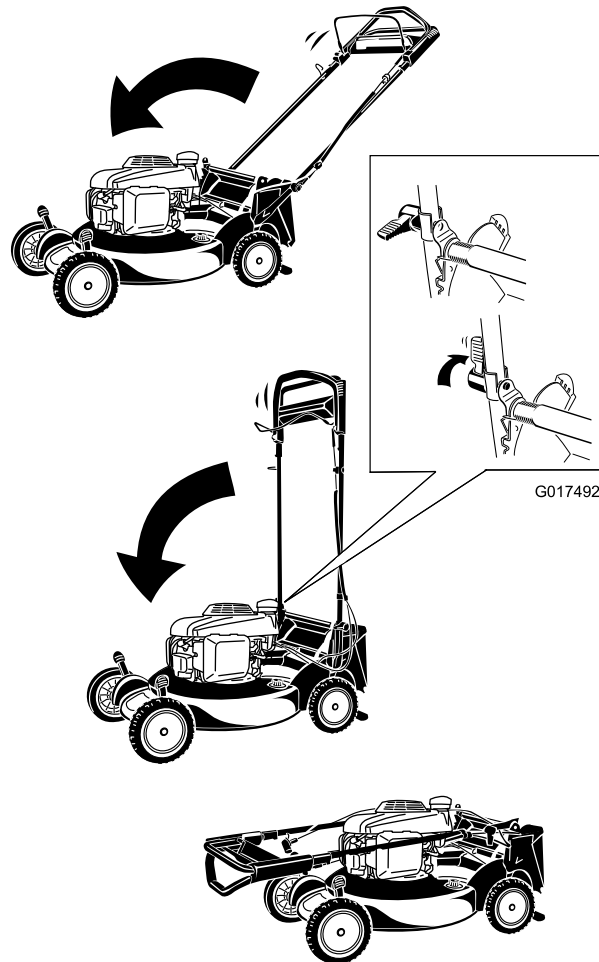

Figura 22
1. Doble el manillar hacia adelante (Figura 22).